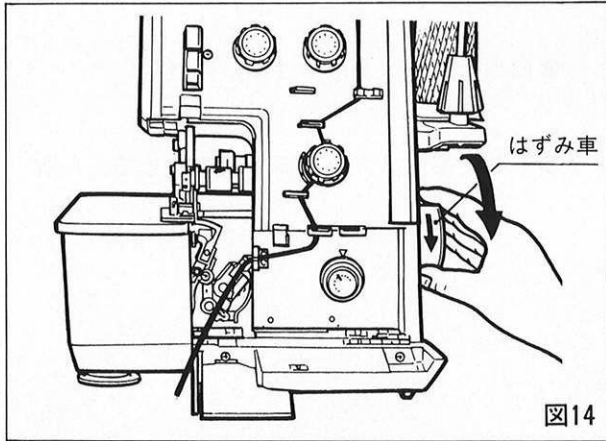

図14
- 次に、はずみ車を廻し、縁かがり用ルーパーを最右点の位置にする。(図14、15)